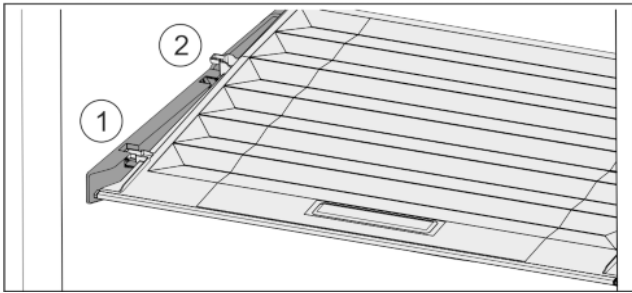

Fig. 29
- ▶ Кришку до отвору в деталях для підтримки потягнути вперед Fig. 29 (1).
- ▶ Підняти ззаду знизу та вийняти Fig. 29 (2) вгору.